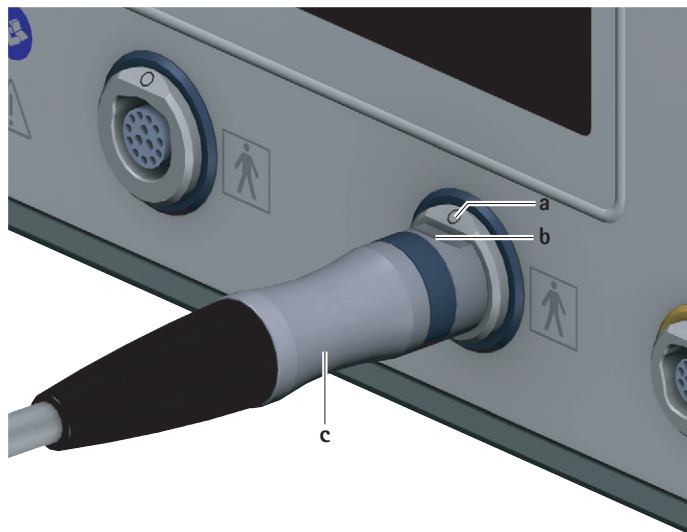

Fig. 3 Raccordement du câble de moteur
- Orienter le connecteur pour unité de commande **c** du câble de moteur de telle sorte que le repère **b** sur le connecteur coïncide avec le repère **a** sur la prise de raccordement pour partie appliquée **7**, voir Fig. 3.
- Tirer le câble de moteur sur le connecteur pour unité de commande c hors de la prise de raccordement pour partie appliquée **7**, voir Fig. 3.